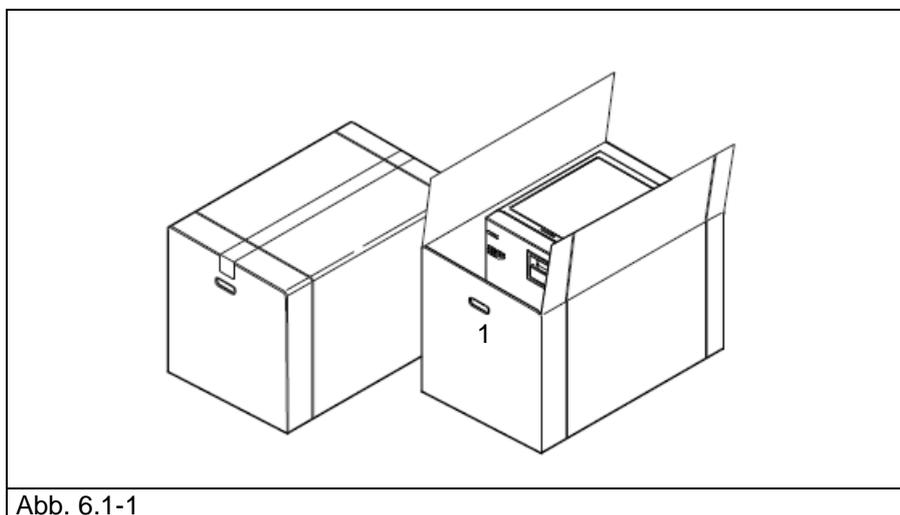

Abb. 6.1-1
- Die Klammern entfernen, mit denen der obere Teil der Kartonverpackung geschlossen wurde (Abb. 6.1-1).